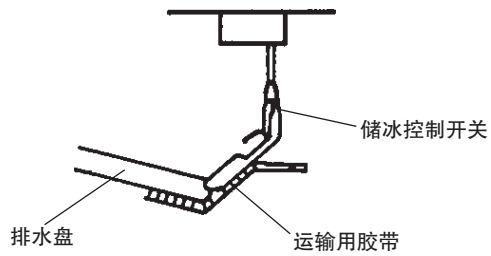

图2
- 5) 打开储冰箱门，撕掉固定储冰控制开关的运输用胶带(见图2)。